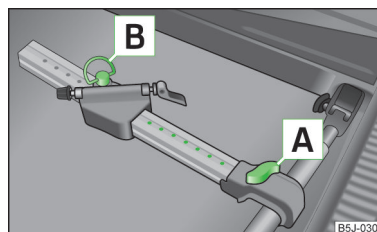

Fig. 57
- Desserrez légèrement la vis [A] » fig. 57 et glissez le longeron (pièce en aluminium) vers la traverse jusqu'à ce que la fixation s'enclenche.
- Desserrez la vis [A] » fig. 57 à la page 69 et poussez le porte-bicyclettes en même temps que la bicyclette fixée vers la gauche, de sorte que le guidon ne tape pas dans la vitre latérale du coffre à bagages.